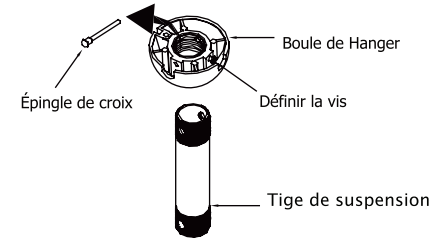

Fig. 7
Étape 3. Retirez la boule de suspension de la tige de la tige en desserrant les vis de pression, en enlevant la goupille transversale, et en glissant la boule outre de la tige. (Fig.7)